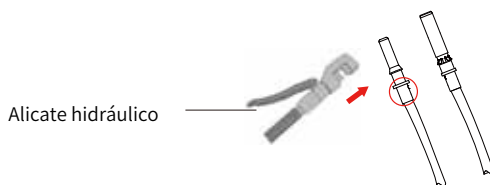

Figura 5.4 Crimpe o pino de contato ao fio
b) Terminais de crimpagem de metal com um alicate de crimpagem como mostrado na figura. (como mostra a figura 5.4).